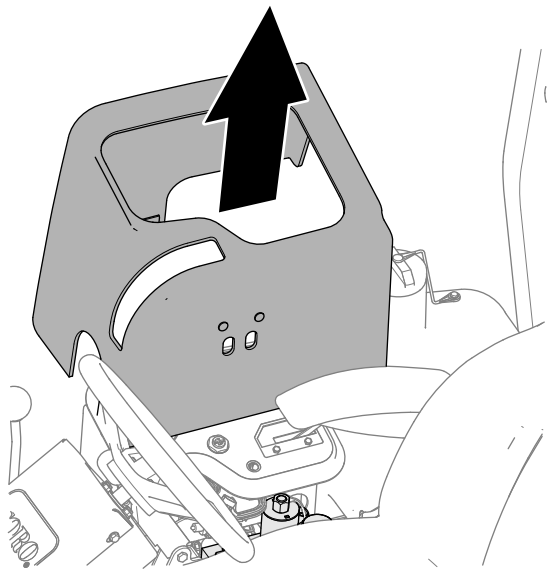

Figura 93
3. Ridicați capacul consolei montat magnetic (Figura 93) pentru a avea acces la colectorul mainii.